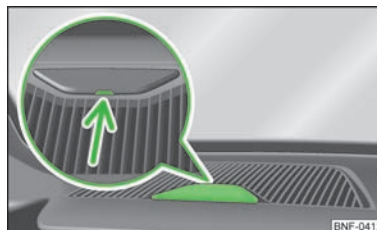

Fig. 74
- Insira uma chave de fendas na ranhura identificada pela seta » Fig. 74 e levante cuidadosamente a tampa de protecção.
- Tape a abertura para o alojamento no painel de bordo com a tampa de protecção » Fig. 74.